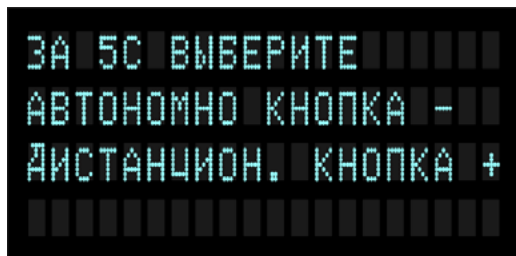

Рисунок 4 - Информационный экран меню выбора
5.3.6. Информационный экран меню выбора (Рис. 4.). Предлагает выбор способа управления работой генератора: автономно посредством кнопок на передней панели, или дистанционно - от компьютера.